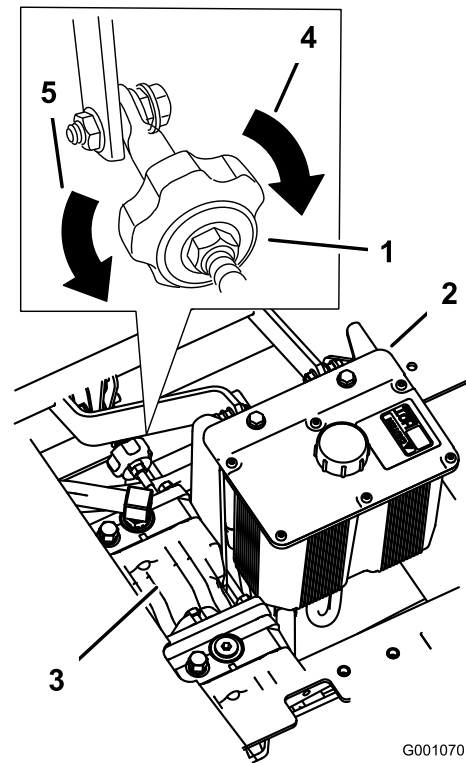

Bild 56
4. Wenn die Maschine nach rechts gehen soll, drehen Sie das Handrad zur rechten Seite der Maschine. Siehe Bild 56.
5. Wenn die Maschine nach links gehen soll, drehen Sie das Handrad zur linken Seite der Maschine. Siehe Bild 56.